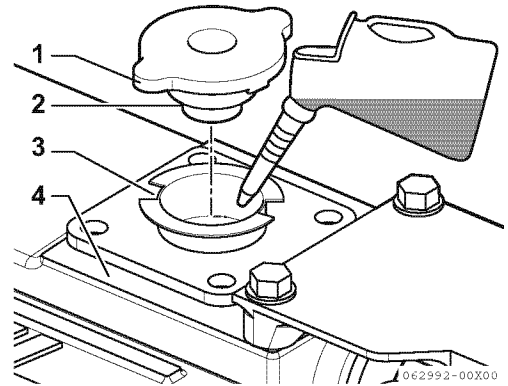

Figure 11
3. Versez lentement le liquide de refroidissement dans le réservoir (**Figure 11, (4)**) pour éviter les bulles d'air. Remplissez jusqu'à ce que le liquide de refroidissement déborde du port de remplissage.
4. Alignez les languettes du bouchon de remplissage (**Figure 11, (1)**) avec les encoches du port de remplissage (**Figure 11, (3)**) et serrez fermement le bouchon de remplissage (**Figure 11, (2)**).